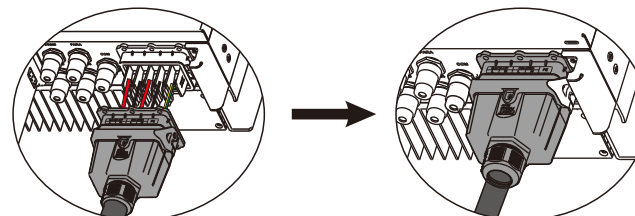

Figura 4.3-6 Instalación de los terminales de conexión de CA
Paso 4. Conecte el cable de CA combinado al terminal de CA del inversor, apriete el cable con un par de 2.0 N.m a 2.5 N.m y, a continuación, bloquee la cubierta de CA. Véase la figura 4.3-6.